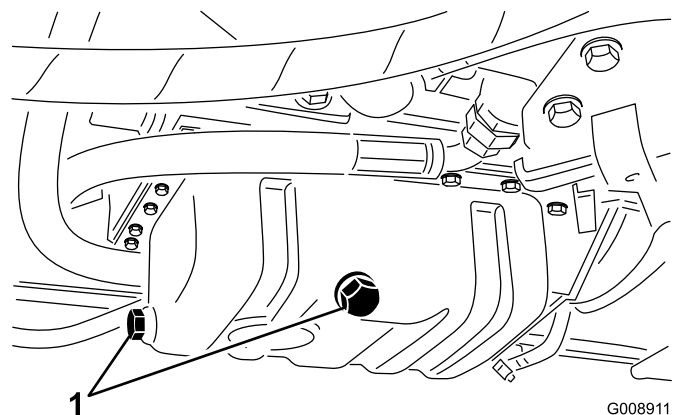

Figura 55
1. Togliete il tappo di spurgo (Figura 55) e lasciate defluire l'olio in una bacinella.